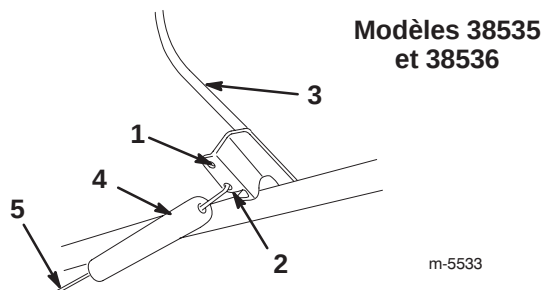
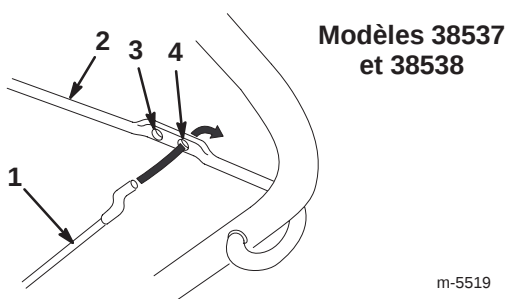

Figure 7
Figure 8
4. Passez l'extrémité libre du câble de commande dans le trou inférieur de la barre de commande, comme indiqué à la Fig. 7 (Modèles 38535 et 38536) ou à la Fig. 8 (Modèles 38537 et 38538).